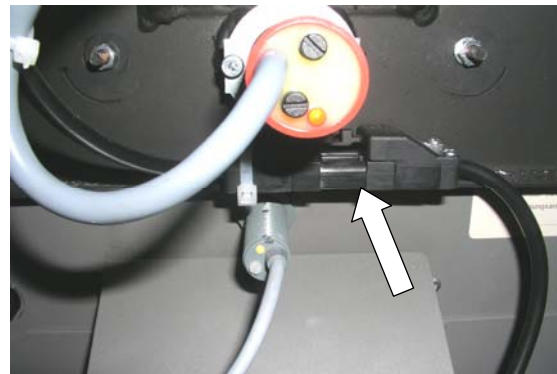

Abb. 24: Steckverbindung Pellet Tower
Schieber der Motorverkleidung nach rechts schieben (Rückseite ivo.tec[®] oder ivo.safe[®]). Den Pellet Tower am Ein- / Aus-Schalter ausschalten und den Steckverbinder am Pellet Tower (unterhalb des Füllstandssensors) entfernen (siehe Abb. 24). Sicherung 2 A (T) kann nun mit einem Schraubendreher gewechselt werden.